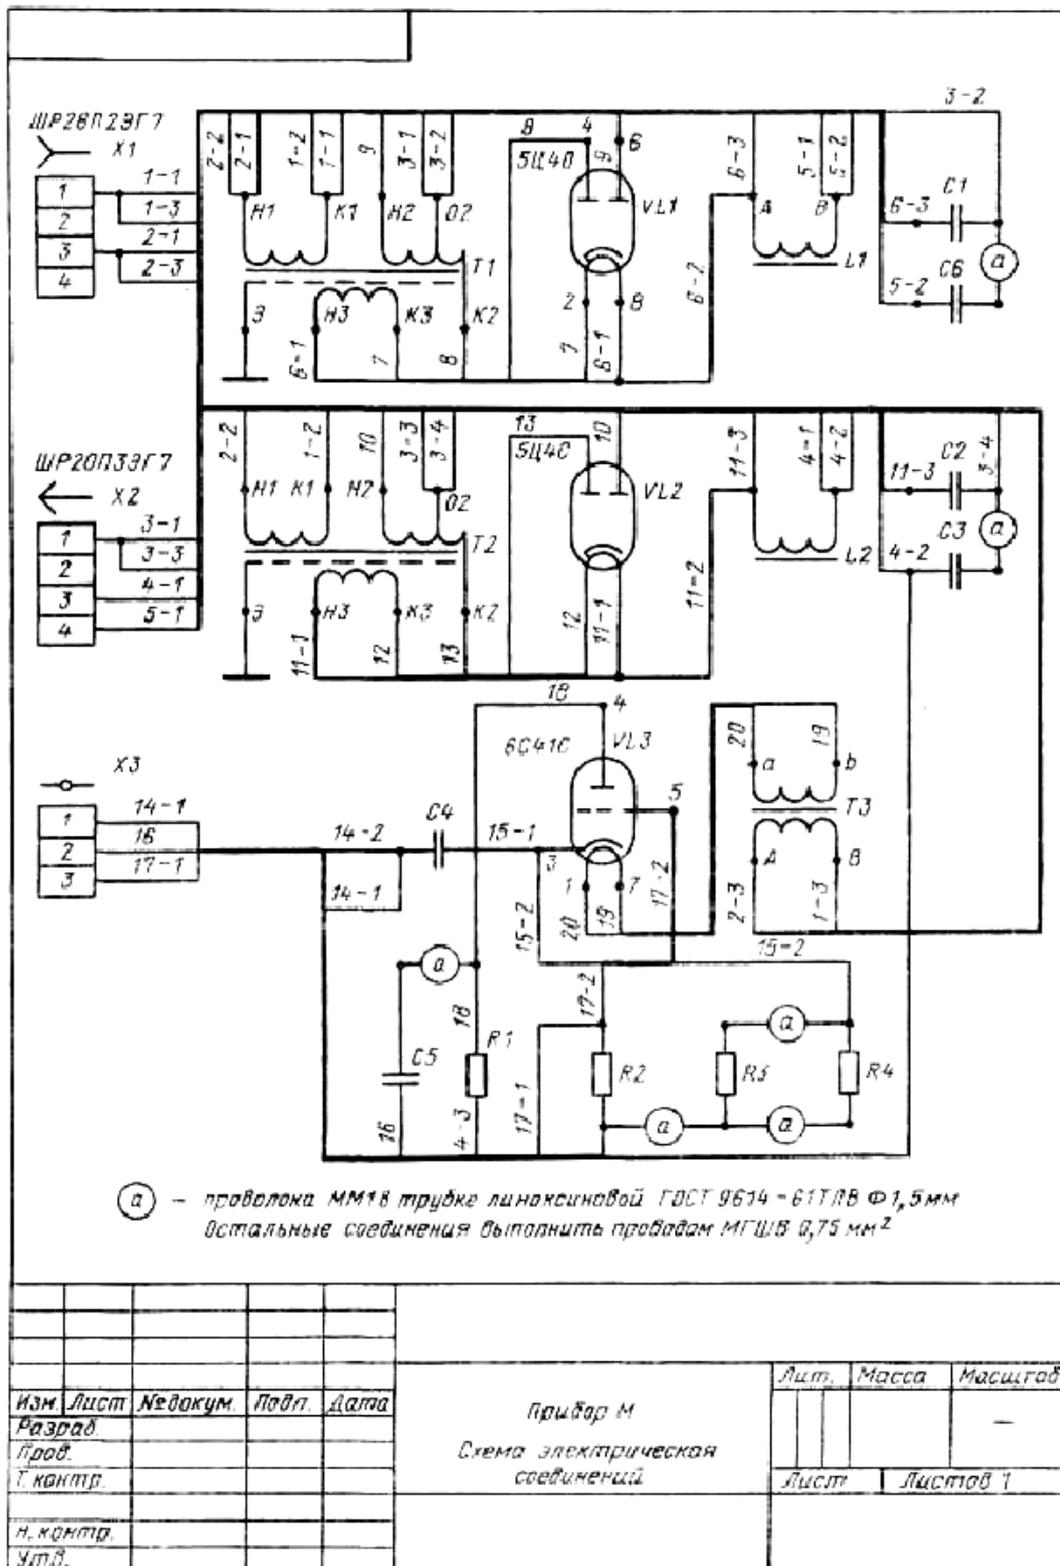

Рисунок 4 – Схема электрических соединений
2. Выполнить чертеж схемы электрической соединений (рис.4);
Требования к содержанию и оформлению: графическая работа, выполненная по образцу – рисунок 4.